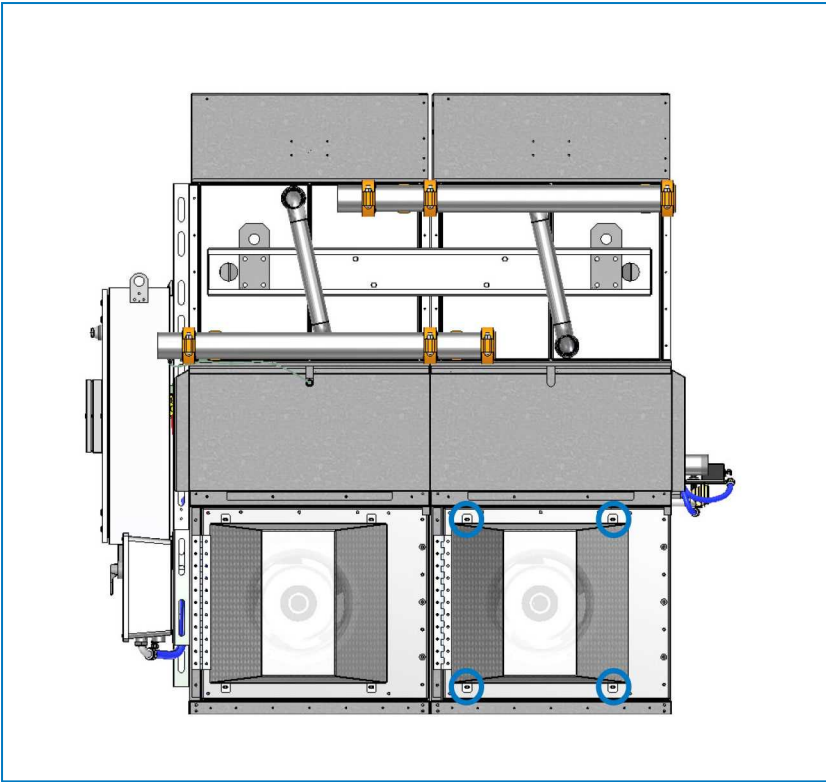

Abbildung 24B Schutzgitterinstallation Schritt 2
2. Richten Sie die Schutzgitter-Montagebohrungen an den Lüfterblechlöchern aus. Befestigen Sie das Schutzgitter mit den Befestigungsmitteln aus Schritt 1. Siehe Abbildung 24B.